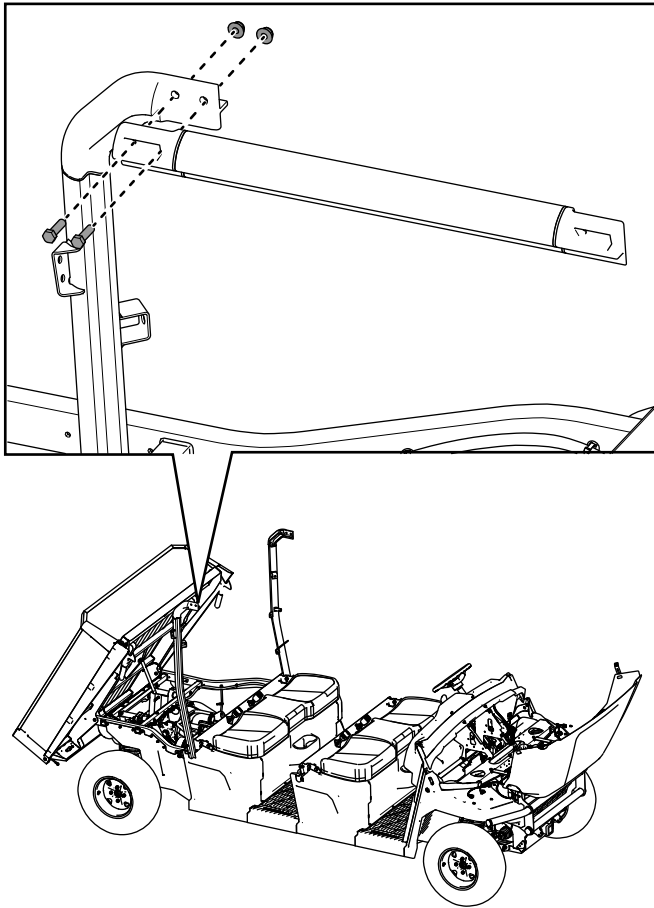

Figura 37
8. Sujete provisionalmente el conjunto del conector de la barra antivuelco derecha al conjunto de barra antivuelco trasera derecha con 2 pernos de cabeza hexagonal ($\frac{3}{8}$ " x $1\frac{1}{4}$ ") y 2 contratueras ($\frac{3}{8}$ "), tal y como se muestra en la Figura 37.